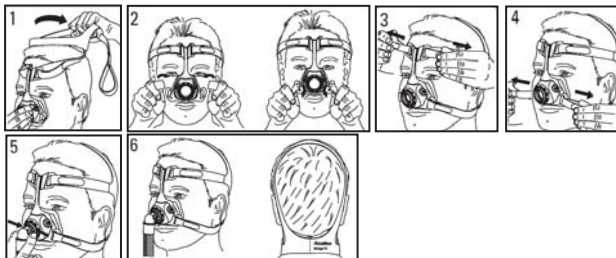

図1-装着方法
- (1) ヘッドギアの下段横ヒモを両方とも外した状態で、顔にしっかりとマスクを当て、ヘッドギアを頭からかぶる。
- (2) 両側の下段横ヒモが耳の下に来るようにして、マスクフレーム下部両端にあるクリップに掛ける。
- (3) ヘッドギアの上段横ヒモを固定する面ファスナーを一旦外し、たるみなく快適な位置までストラップを均等に引いてから留め直す。このとき締めすぎに注意すること。
- (4) 下段横ヒモについても(3)と同様の手順を繰り返す。
- (5) エアチューブを接続したL字管を、L字管サイドタブを押しながらマスクフレームにはめ込む。
- (6) 最終的に図1の6のようになるように装着する。ヘッドギアのラベルは外側になるようにする。